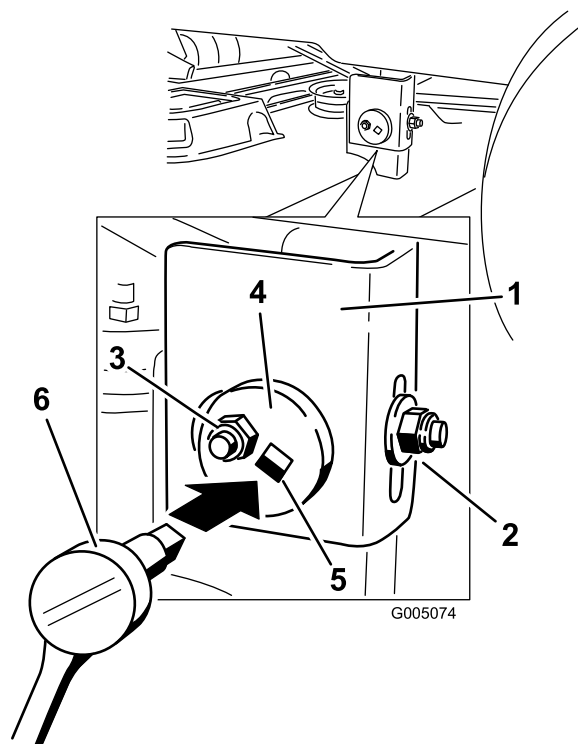

Figure 40
- Du côté gauche de la machine, desserrez sans le retirer, l'écrou de blocage arrière sur le support (Figure 40).
- Desserrez l'écrou de blocage latéral sur le support jusqu'à ce qu'il soit possible d'ajuster la plaque centrée (Figure 40). Utilisez une clé à douille munie d'une rallonge de 3/8 pouce pour manipuler la plaque centrée. Utilisez la clé pour repositionner le plateau de coupe à la hauteur voulue.
- Arrêtez le plateau de coupe et vérifiez sa hauteur, puis serrez l'écrou de blocage latéral sur le support pour fixer cette nouvelle position (Figure 40).